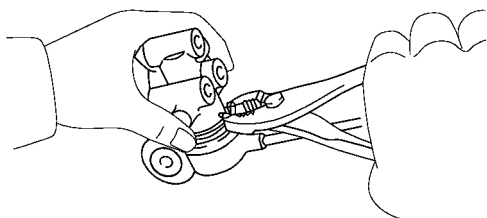

图 15-126 从阀脱开弹簧
(4) 从阀脱开弹簧。使用钳子拆下夹扣，从阀脱开弹簧，如图 15-126 所示。